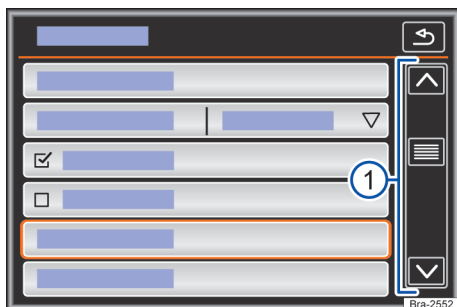

Fig. 115 Representação esquemática: entradas de lista, menu de configurações.
Se em uma exibição de lista houver mais registros selecionáveis do que podem ser visualizados, são mostradas superfícies de função para a rolagem ou uma barra de rolagem à direita na imagem → Fig. 115 ①.
As entradas de lista podem ser acessadas pelo toque direto no display, ou por meio do botão de rolagem → Fig. 115 ①.